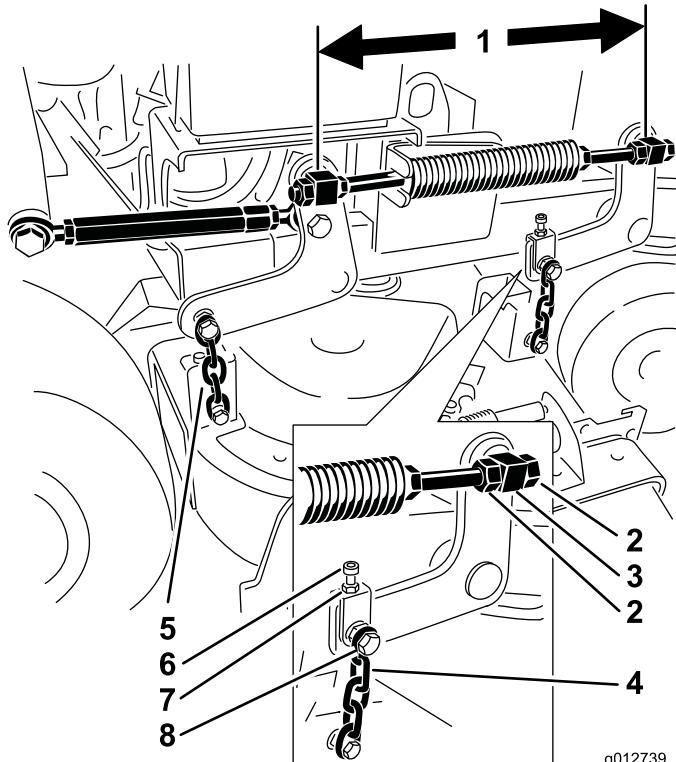

Figura 83
9. Utilice las contratuerca del pivote delantero para ajustar la longitud entre los pivotes delantero y trasero en ese lado (Figura 83).
11. Utilice el perno de ajuste para obtener la misma tensión en ambas cadenas delanteras (Figura 83).
5. Afloje la tuerca del perno superior de la cadena y la contratuerca del perno de ajuste (Figura 83).
6. Apriete o afloje el perno de ajuste para obtener una distancia de 6 a 10 mm (1/4 a 3/8 pulgadas) menos en la parte delantera, en **A** que en la parte trasera, en **B** (Figura 83).